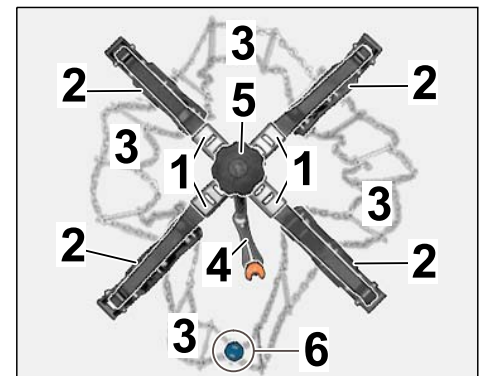

Figura 6
2.2.1 Abrir el brazo de acero flexible con las garras de plástico de la cadena antideslizante y ordenar la red de eslabones (⇒ *Figura 6*).